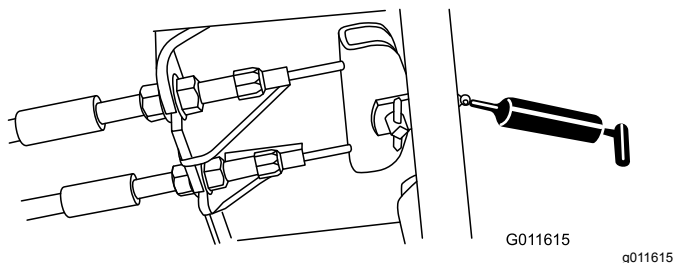

Figura 83
- Pedale del freno (1) (Figura 83)